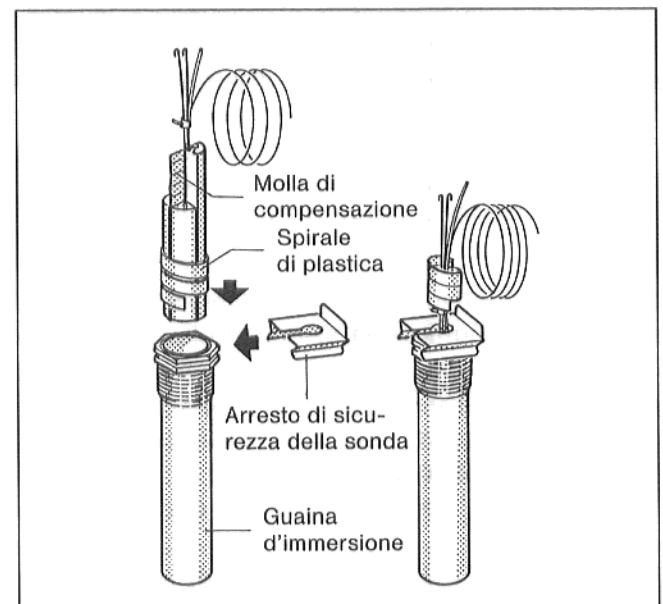

Fig. 10 – figura di principio
- La spirale di plastica – per il fissaggio della sonda – viene spinta automaticamente all'indietro durante l'operazione di inserimento (Fig. 10).
Per poter garantire il contatto tra la guaina d'immersione e le superfici della sonda e, dunque, garantire una sicura trasmissione della temperatura, è necessario inserire la molla di compensazione tra le sonde (Fig. 10).
- Applicare l'arresto di sicurezza della sonda premendolo sulla testa della guaina d'immersione lateralmente oppure dalla parte superiore (Fig. 10).